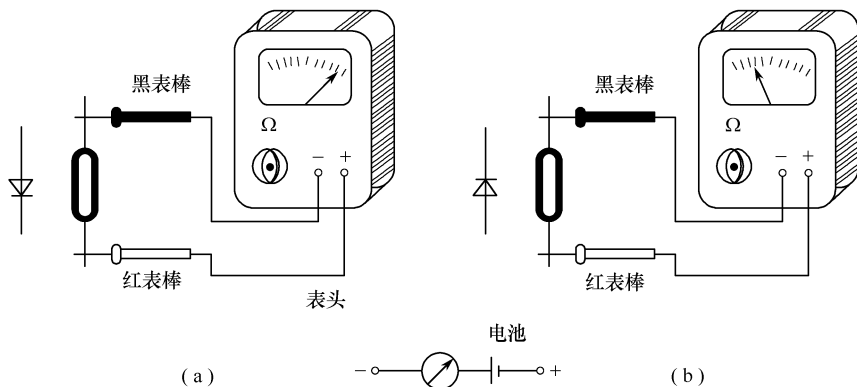

图 2-8 万用表简易测试二极管示意图
(1) 一般情况下,可利用万用表判断普通二极管的极性,并粗略地鉴别其质量好坏。方法为:将万用表置于 $R \times 100$ 或 $R \times 1k(\Omega)$ 挡($R \times 1$ 挡电流太大,用 $R \times 10k(\Omega)$ 挡电压太高,都易损坏管子)。如图 2-8 所示,调零后用表笔分别正接、反接于二极管的两端引脚,这样可分别测得大、小两个电阻值。其中,较小的是二极管的正向阻值,如图 2-8(a) 所示;较大的是二极管的反向阻值,如图 2-8(b) 所示。由于万用表置电阻挡时,黑表笔连接表内电池正极,红表笔连接表内电池负极,因此测得正向阻值(小电阻)时,与黑表笔相连的就是二极管的正极。